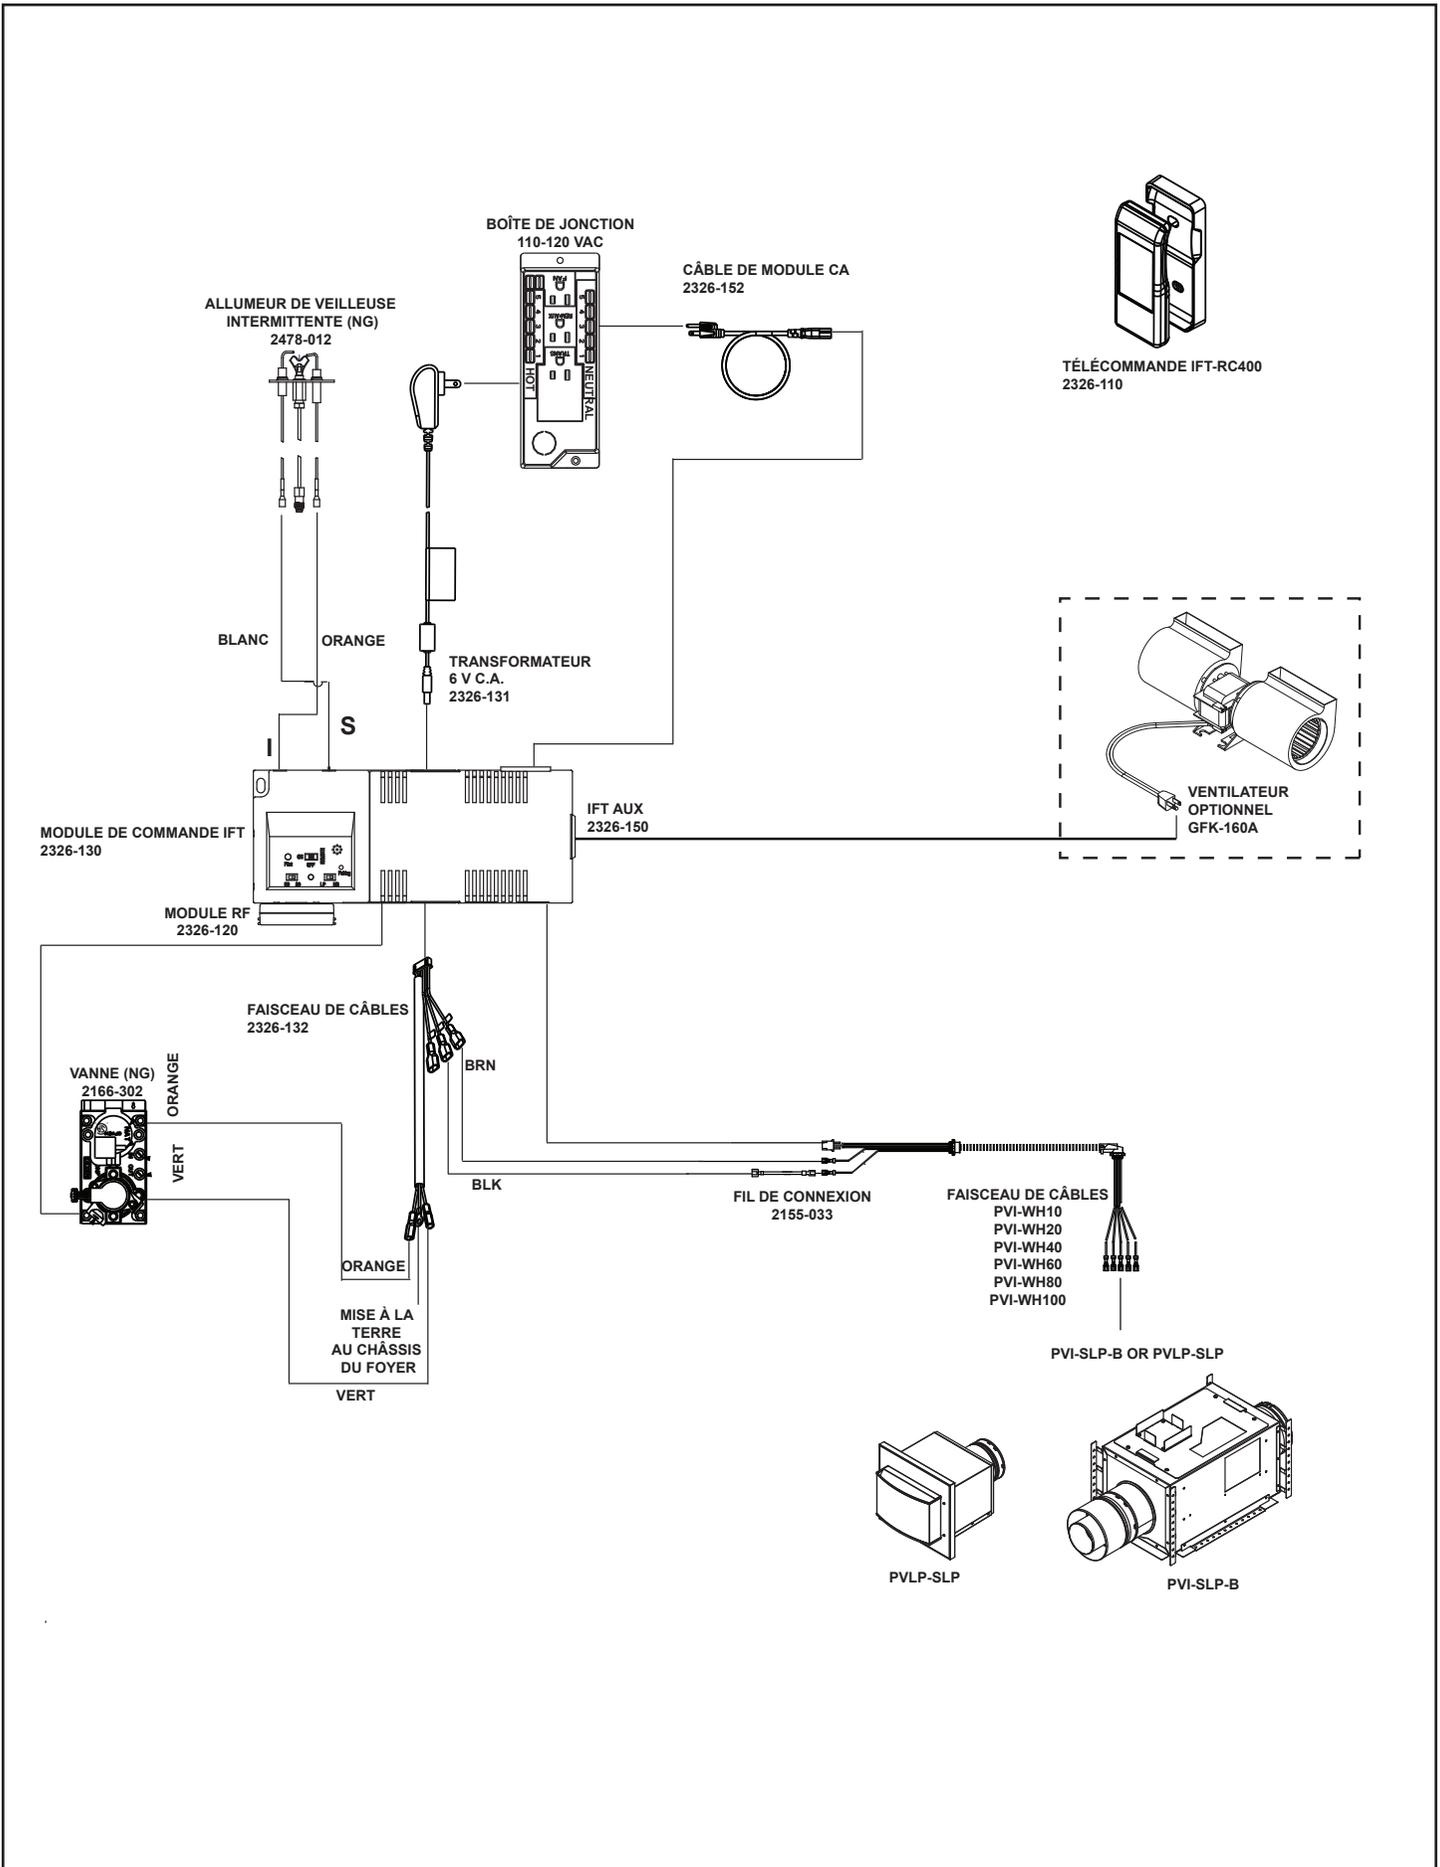

Figure 8.3 Câblage IntelliFire™ Tactile avec événement mécanisé facultatif
1. Installez et branchez le ventilateur dans l'appareil comme indiqué à la figure 8.3.